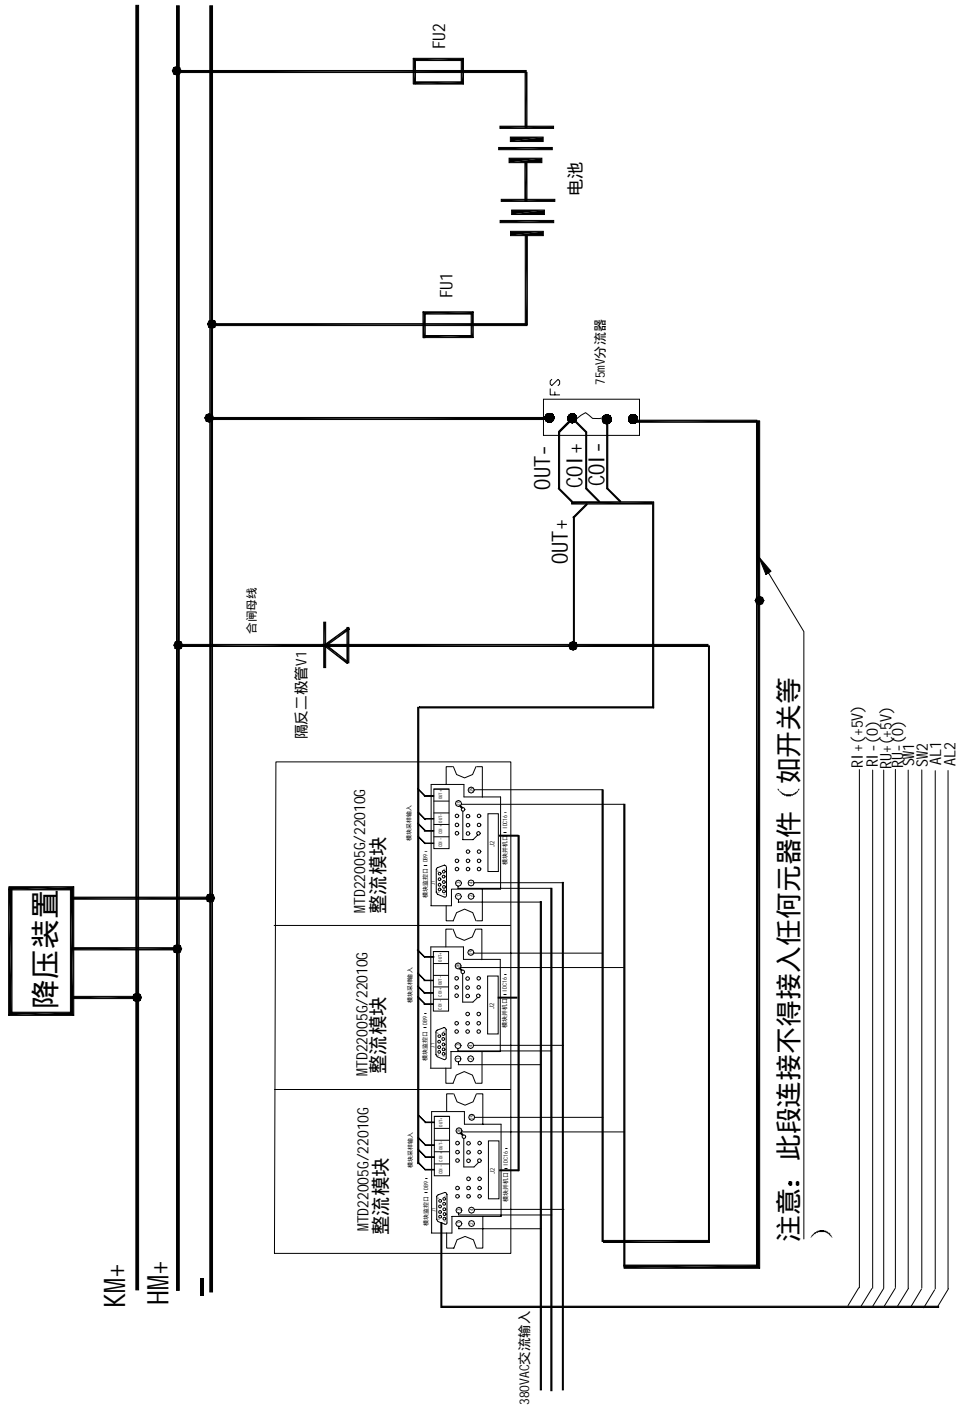

图 2 系统接线方案 2
用模拟量方式控制模块时，不需要调整模块的出厂设置，按图 1 或图 2 接线后即可使用，遥调接口说明如下：
外部条件：模块组按照图 1 或图 2 正确接线，采样线要按图 1 或图 2 所示位置正确接线，模块的监控口不接线。
条件：模块组按照图 1 或图 2 正确接线，采样线要按图 1 或图 2 所示位置正确接线，模块的监控口不接线。
2.2. 系统安装时，按图 1 或图 2 正确接线，特别注意连接是否可靠，有极性要求的接口不得接错。要求用户先连好并机线和监控线，再接入交流进线、直流输出线、采样线和接地线，**在模块组输出 DC+ 端到 HM+ 之间接上防倒灌二极管（见图 1 的 V1）**。所有接线经校正无误后方可加电运行。